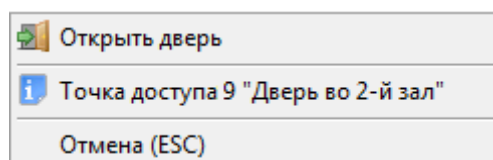

Рисунок 8-159 Контекстное меню для однонаправленной точки доступа с режимом работы "Проход"
- Для точки доступа, имеющей режим «Проход» (см. Рисунок 8-159) – для однонаправленной точки доступа, имеющей режим «Проход»;